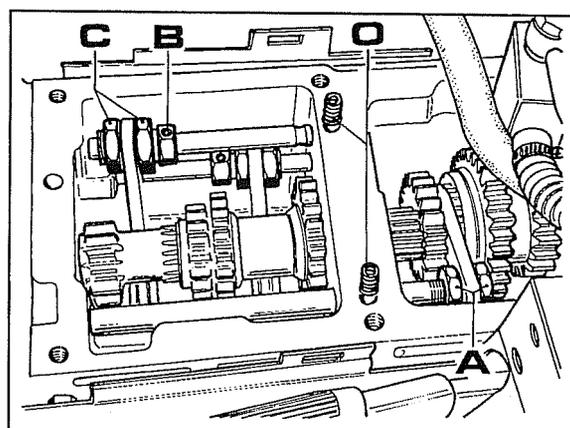
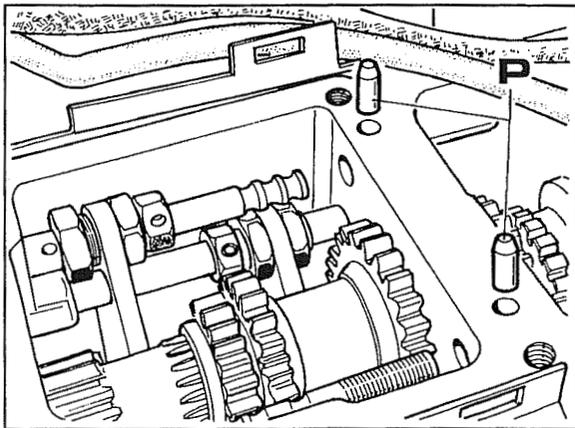

Fig. 4
Fig. 5
Importante: al alzar la tapa, prestar atención que los resortes **O** fig. 4 no caigan en el aceite dentro del cárter cambio, luego quitar las bolas.
- 4 Desbloquear la varilla reductor mediante las tuercas **A** fig. 4 luego extraerla hacia adelante.
- 5 Desbloquear la varilla cambio aflojando las tuercas **C** fig. 4, quitando la clavija **B** para permitir la operación, extraer luego la varilla como se ve en la fig. 5.
- 6 Introducir los nuevos pernos de tope **P** (si están previstos) como se ve en la fig. 5.